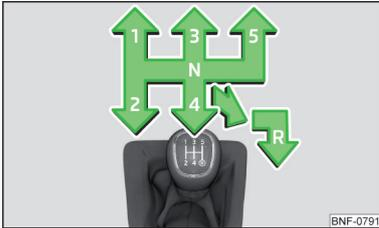

Abb. 91
Auf dem Schalthebel ist das Schaltschema für die einzelnen Gangstellungen dargestellt » Abb. 91.
- Den Schalthebel nach unten drücken, völlig nach rechts und dann nach hinten in **R**-Stellung stellen » Abb. 91.